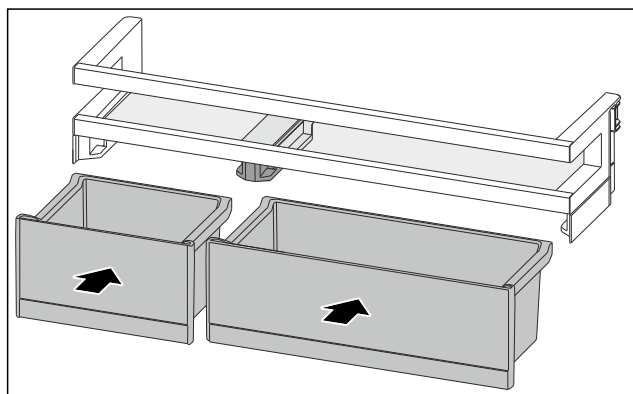

Fig. 98
- VarioBoxy vložte v opačném pořadí. (viz Fig. 98)